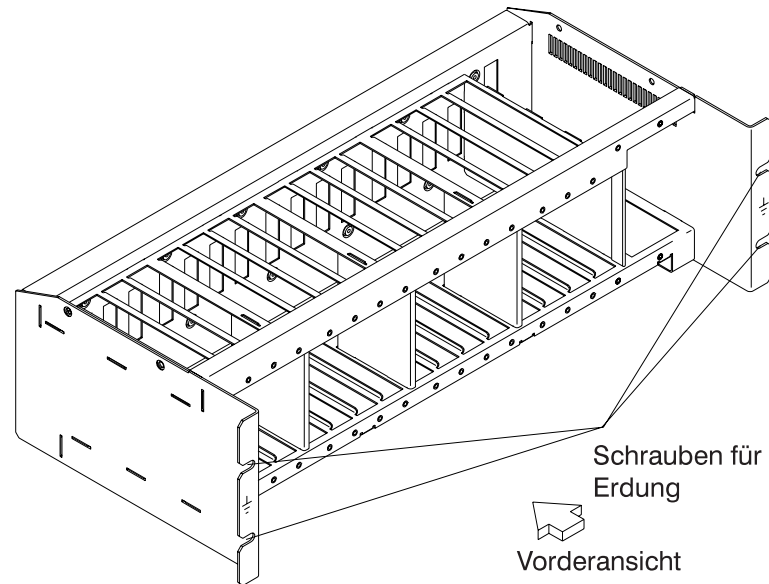

Figure 0-18. Erdung des Verteilerkastens über Schrauben
- Prüfen, ob der elektrische Durchgang zwischen dem Gehäuse des Verteilerkastens und dem Rahmen der Erweiterung der Steuereinheit gewährleistet ist, sofern Verteilerkästen vorhanden sind. Dieser Schritt muß vor dem Anschluß von Signalkabeln erfolgen (siehe Figure 0-18 on page xliii).